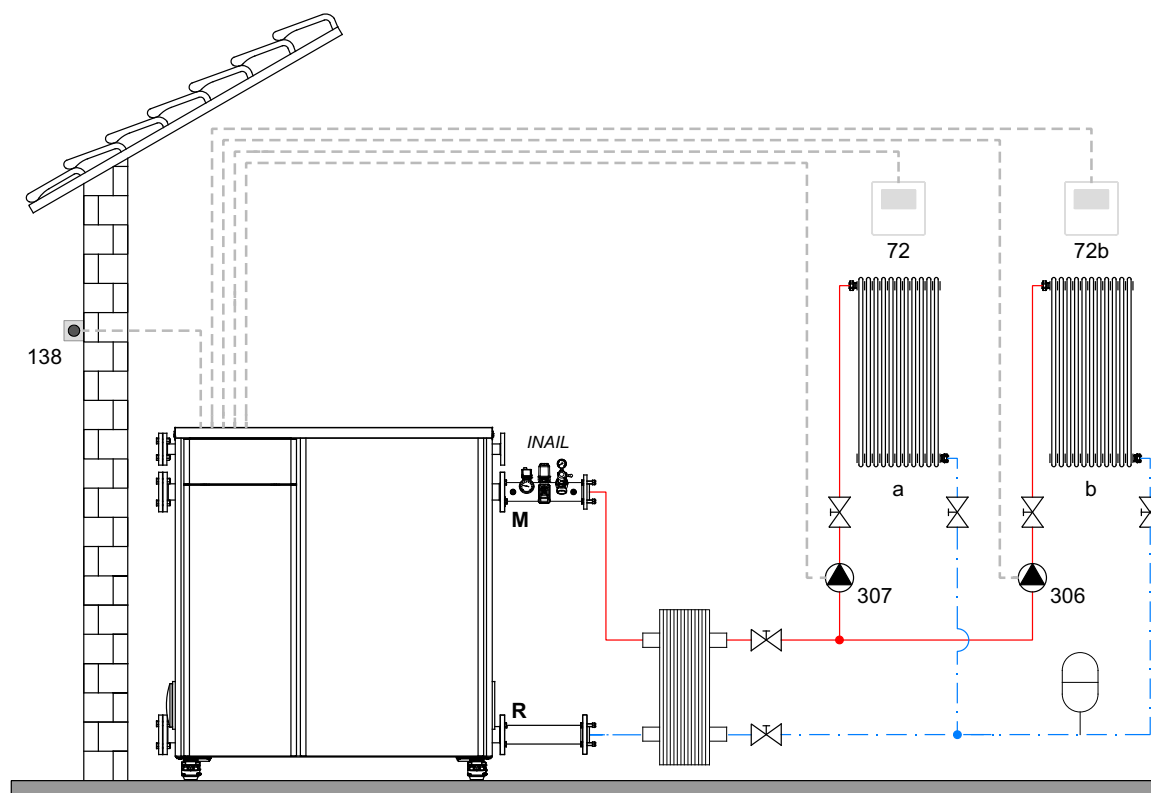
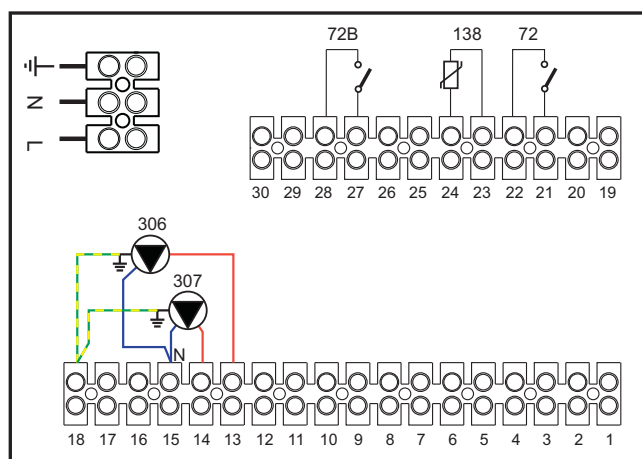

fig. 55
fig. 56
**Legend (fig. 55 and fig. 56)**
### Legend (fig. 55 and fig. 56)